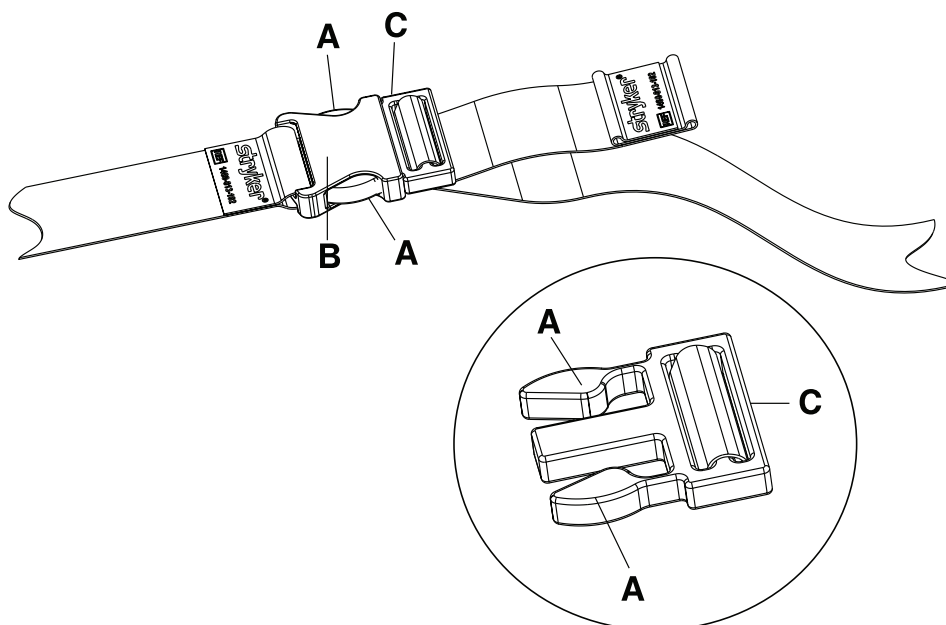

Rysunek 12-15: Stojak do wlewów dożylnych
1. Pociągnąć za opcjonalny stojak do wlewów dożylnych (A), aby się upewnić, że jest umocowany (Rysunek 12-15 na stronie 12-28).